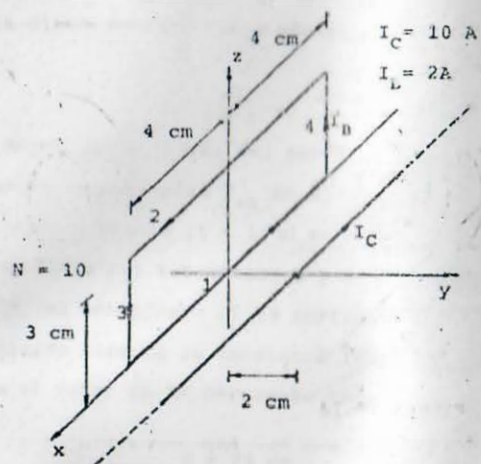

FIGURA P5.16
- 5.16 Obtenga la fuerza magnética, que actúa sobre cada lado de la bobina rectangular rígida contenida en el plano  $xy$ , mostrada en la figura P5.16, debida al conductor recto y muy largo.